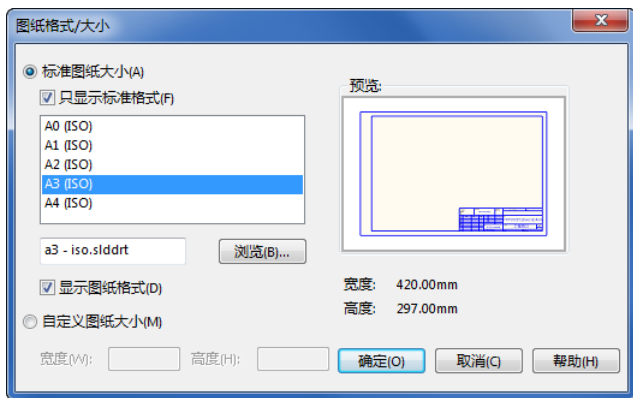

图 14-6 “图纸格式/大小”对话框
(1) 进入软件安装路径, 找到 Weldment_Box2.sldprt 文件, 其路径是 \samples\tutorial\weldments\Weldment_Box2.sldprt, 并且打开 Weldment_Box2.sldprt 零件文件。
(2) 单击“标准”工具栏中的“从零件/装配体制作工程图”按钮, 系统打开图 14-6 所示的“图纸格式/大小”对话框, 对图纸格式进行设置后单击“确定”按钮, 进入工程图设计界面。